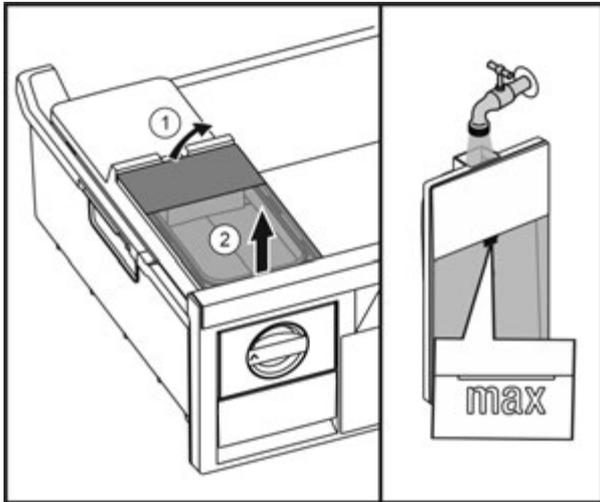

Fig. 55
- Підняти бак для води ззаду Fig. 55 (1) та вийняти вгору Fig. 55 (2).